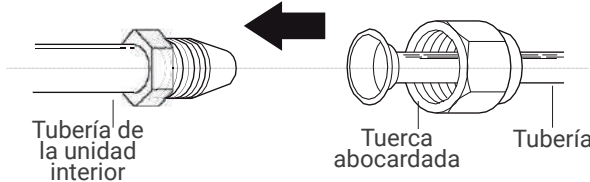

Fig. 5.7
1. Alinee el centro de las dos tuberías que va a conectar Vea la Fig. 5.7